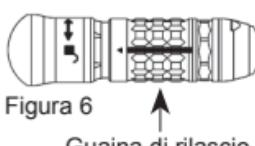

Figura 6
3. Impugnare saldamente in una mano il manipolo e usando l'altra mano premere e ruotare la guaina di rilascio dell'accessorio fino a quando la freccia non sia allineata con il simbolo aperto (Figura 6).